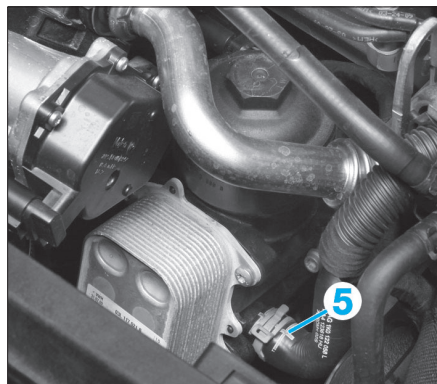

FIG. 48
- la durite (5) du refroidisseur d'huile (Fig.48).